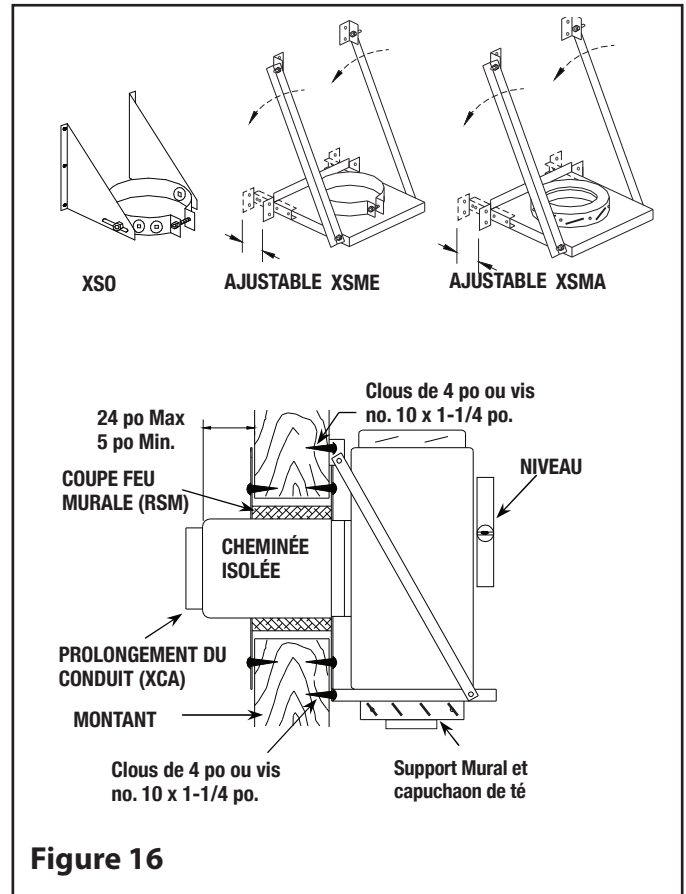

Figure 16
Définir le dévoiement nécessaire en fonction de l'obstacle à éviter (voir Figure 16). Se référer au Tableau 7 pour identifier les coudes à utiliser ainsi que les longueurs isolées nécessaires
Étape 5. Cette étape nécessitera d'être effectuée par 2 personnes : (voir Figure 16).
Étape 6. Attachez le prolongement du conduit (XCA) à la longueur horizontale de la cheminée (voir Figure 16).